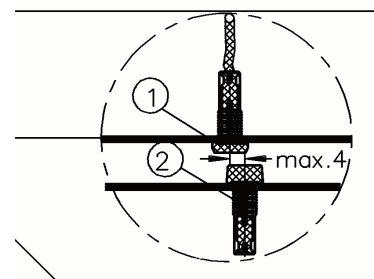

Bild 14. Maximaler Versatz
Bei geschlossener Tür müssen Magnetschalter (1) und Magnet (2) in einer Flucht liegen. Wenn nicht, kann es beim „Setzen“ der Tür zu Funktionsstörungen kommen. Prüfen Sie die Flucht vor dem Bohren. Zulässige Abweichung nach der Montage siehe (Bild 14).
Die Mitte von (1) und (2) außen auf dem Profil anzeichnen. Schließen Sie den Türflügel und messen Sie den Versatz. Der Versatz zwischen den Markierungen darf maximal 4 mm betragen (Bild 14).